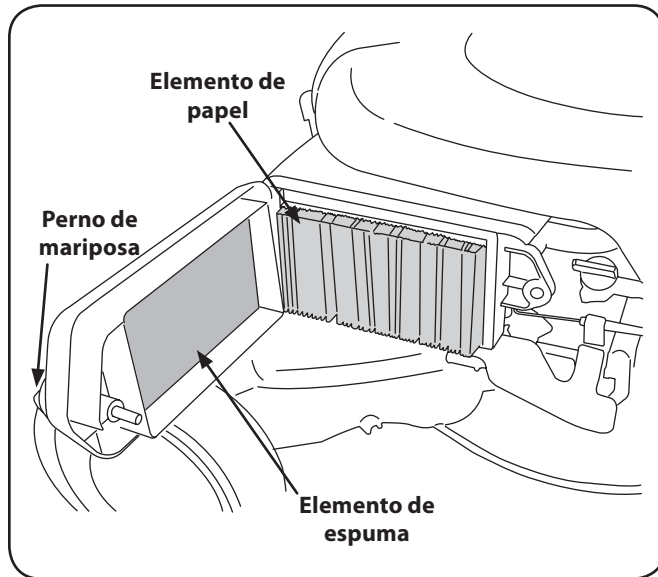

Figura 6-3
1. Retire el perno de mariposa y la cubierta del depurador de aire. Retire los elementos de espuma y papel. Vea la figura 6-3. Sustituya el elemento de papel cuando sucio o dañado. Sustituya el elemento de espuma cuando dañado.